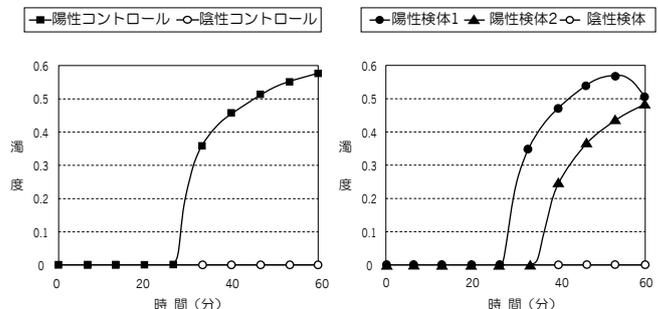

図 1. コントロールの増幅曲線パターン
- (2) 表示温度が 65°C に達していることを確認します。
- (3) 調製、分注済みの反応チューブをセットして速やかに測定を開始します。
- (4) 装置の表示画面上で陽性コントロールと陰性コントロールの濁度の上昇の有無を確認します。陽性コントロール: Positive Control O157 (PC O157) で濁度が上昇し、陰性コントロール: Extraction Solution for Foods (EX F) で濁度が上昇していない場合は、LAMP 反応は正常に進行しています。それ以外の場合には、増幅反応が適切に進行していない可能性があるため、試薬調製からの再検査を実施してください。(図 1)